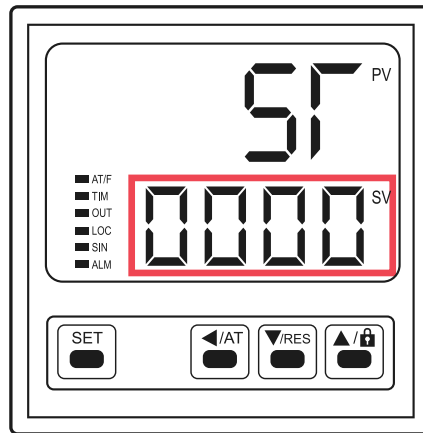

Figura 6. Definir Temporizador
2. Presione 2 veces el botón “SET”. Programe el Tiempo deseado utilizando los botones: de desplazamiento (◀), de disminución (▼) y de aumento (▲). Después, oprima “SET” para confirmar los parámetros. El temporizador comenzará a funcionar una vez alcanzada la temperatura establecida. (Figura 6).